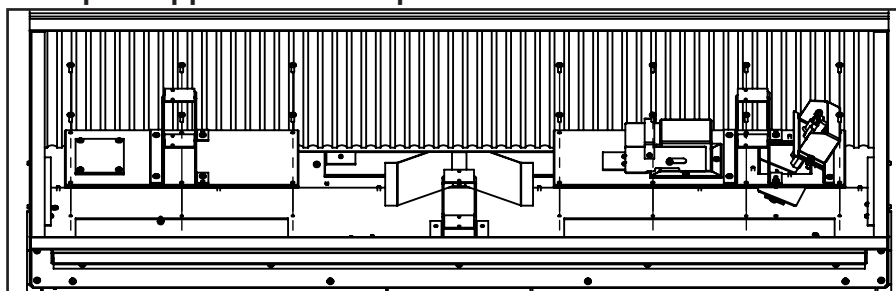

Figure 21: Retrait de la porte d'accès
2. Retirez les (14) boulons T-20 retenant les panneaux d'accès, comme illustré à la Figure 21.